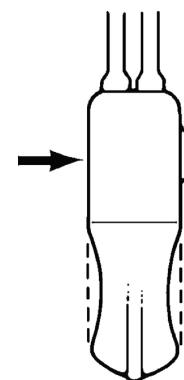

Figura 4-43. Método de hisopo de algodón
2. Tome un hisopo con punta de algodón y aplique presión al área, directamente detrás del botón de desactivación. (**Figura 4-43**)